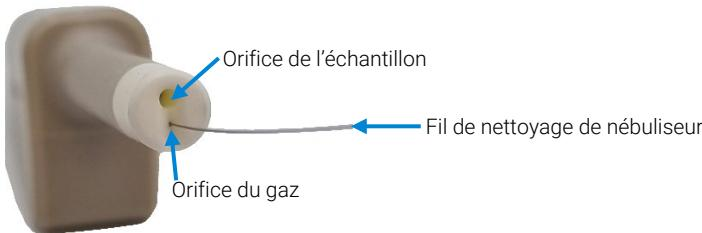

Figure 3 Nettoyage de l'orifice du nébuliseur Agilent à rainure en V, inerte, pour l'analyse d'échantillons avec une haute teneur en solides dissous
- Fil de nettoyage, pour orifice de gaz (voir la Figure 3)